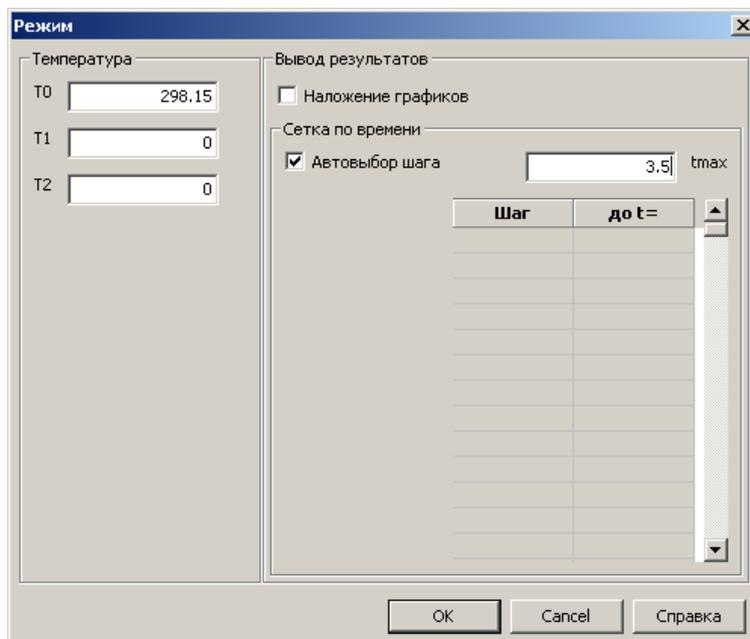

Рис. 12. Панель задания условий реакции и режима вывода результатов.
При этом на экране появится диалоговая панель, показанная на рис. 12.
Первому способу, используемому по умолчанию, соответствует режим «Автовывбор шага» (см. рис. 12). В этом случае достаточно ввести в поле « t_{\max} » конечный момент времени. Программа строит на отрезке $[0, t_{\max}]$ равномерную сетку, содержащую около 250 точек. Шаг сетки корректируется таким образом, чтобы моменты времени выражались достаточно круглыми цифрами, так что фактическое количество точек может оказаться несколько больше или меньше, чем 250.
3. Через меню «Расчет → Режим» или кнопкой на панели инструментов открыть диалоговую панель условий реакции и режима вывода результатов (рис. 12). Задать температуру, сетку вывода численного решения и режим наложения графиков, как описано в п. 1.4.